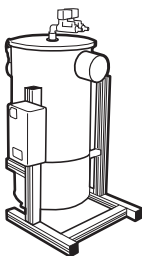

Fig. 11
Las canalizaciones pueden ser colocadas en el techo con descenso de 50 mm de diámetro cada dos o tres puestos de trabajo, o en la pared, si encuentran un sitio detrás del banco al final de las cajoneras. Tal y como se indica en el ejemplo ilustrado, en la colocación de las tuberías aspirantes es importante respetar: la progresión de los diámetros, la inclinación (45°) de las tomas de corriente de todas las derivaciones (B) sobre las tuberías principales y el sellado de las tuberías; las estrangulaciones y fisuras crean pérdidas de carga y de caudal considerables. Para amortiguar vibraciones dañinas, los bancos y las unidades de aspiración se conectan a las tuberías de la instalación con tubos flexibles. Las electroválvulas motorizadas pueden ser montadas en el puesto de trabajo incluso con el filtro colocado a distancia. Durante el montaje es necesario: no obstruir los orificios practicados en la pared de fijación de la electroválvula, respetar la dirección de flujo y mantener alta la parte superior tal y como se indica sobre la misma electroválvula. En estas condiciones, el material aspirado cargado de polvo, que supera al filtro colocado sobre la clavija, puede transitar también por la electroválvula. Las dos unidades de aspiración Uni-Jet 500, de la instalación centralizada que nos ocupa, resultan suficientes para una contemporaneidad de 12 puestos. En general se tiende a conectar la instalación centralizada, además de a las clavijas, a cualquier punto donde se requiera la aspiración; esto es posible y no daña los equipos, pero introduce algunas variaciones en la intensidad de aspiración. Sobre las clavijas tenemos un paso de aire que ve de treinta a cuarenta milímetros; lijadoras, pulidoras a chorro de arena, rápidas y boxes para retoques, tienen un paso de alrededor de 80 milímetros, y además requieren una menor preponderancia. La unidad (**art. 090081**) dotada de sistema de aspiración y filtro (fig. 11) resulta indicado para aspiraciones con paso Ø 80 mm, es particularmente silencioso: 67,5 dB (A), tiene un paso de aire de 270 m³/h y un consumo de 200 W.